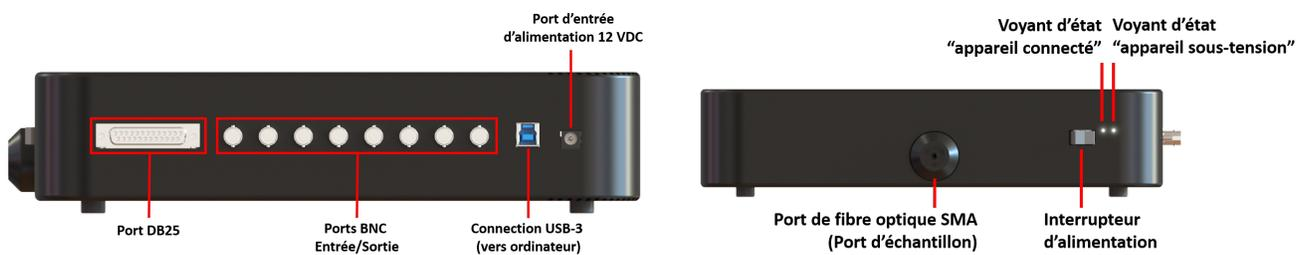
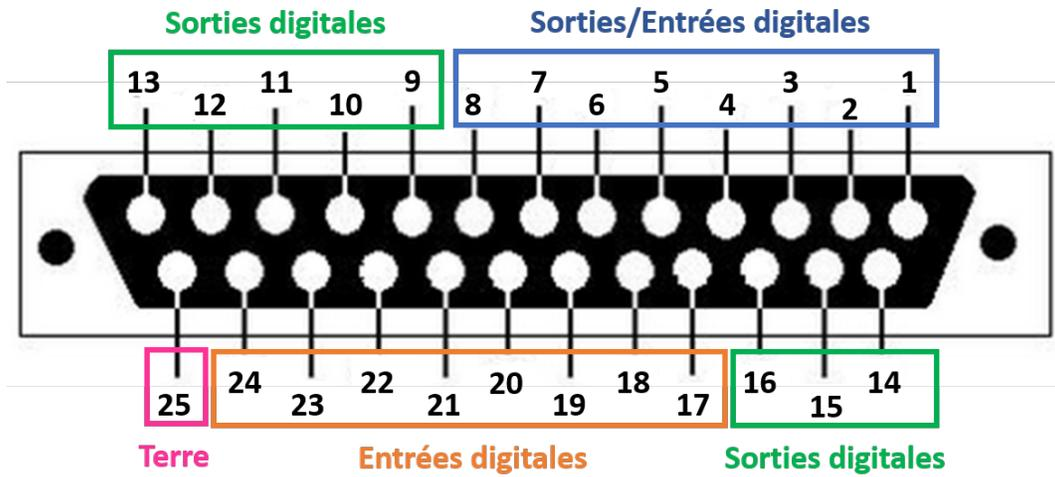

Figure 2.1 – Aperçu du BFMC Gen3
Figure 2.2 – Description des connexions du port DB25
- Chaque BFMC Gen3 dispose d'un unique port d'échantillon où se connecte la fibre. (Fig. 2.1). Ce port n'a pas de filtrage spectral, toutes les longueurs d'onde peuvent le traverser librement. Le port d'échantillon est ajustable et permet d'imager les fibres, soit les différents sites, sur une caméra CMOS. Pour accueillir de manière groupée plusieurs fibres dans le connecteur d'entrée (jusqu'à 2,5 mm de diamètre), un port SMA est utilisé sur le port d'échantillon. Deux types de fibres peuvent être connectés au port SMA : une fibre de sortie où chaque fibre a un connecteur individuel à son autre extrémité, ou une fibre haute densité où les différentes fibres sont regroupées dans un connecteur avec un motif pré-déterminé du côté de l'animal. Des matériaux à faible autofluorescence et de l'époxy noir sont utilisés pour réduire la fluorescence de fond et éviter les interférences entre chaque fibre.
- Le système BFMC est également équipé de 8 ports d'entrée/sortie digitales (DIO) et d'un adaptateur DB25 (voir la description des connexions à la Fig. 2.2). Ces ports sont utiles pour la synchronisation et les expériences en boucle fermée avec des dispositifs externes tels que des caméras de comportement, des chambres de conditionnement opérant, des logiciels de suivi vidéo, et des sources lumineuses optogénétiques (Fig. 2.1).
- Le BFMC Gen3 est également équipé d'un interrupteur et de 2 voyants d'état qui s'allument lorsque l'appareil est sous tension et connecté au logiciel Doric Neuroscience Studio (Fig. 2.1).
- Le port d'entrée d'alimentation 12 VDC est utilisé pour alimenter le BFMC Gen3 (Fig. 2.1).